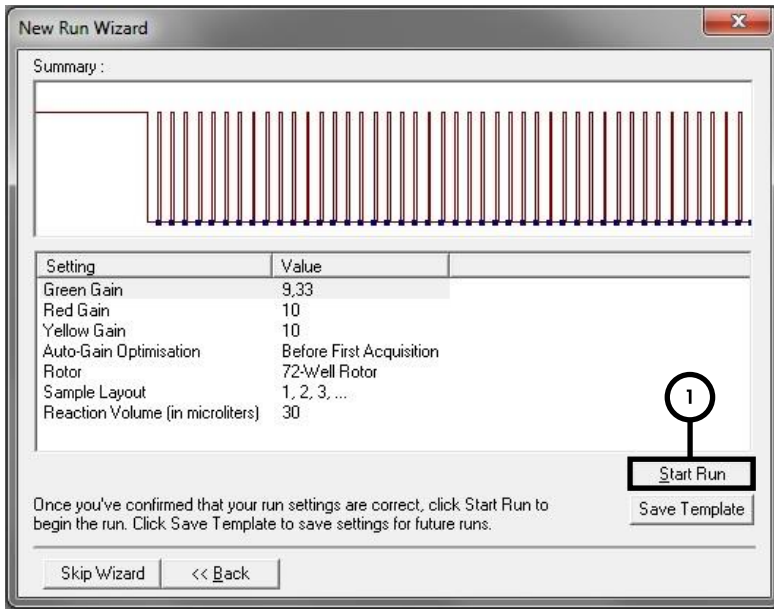

Figura 8. Inicio del test.
Inicio del test	Figura 8
11. Los valores de aumento de señal determinados por la calibración de los canales se guardan automáticamente y se muestran en la última ventana de menú del procedimiento de programación (figura 8). Haga clic en **Start Run** (Iniciar test).